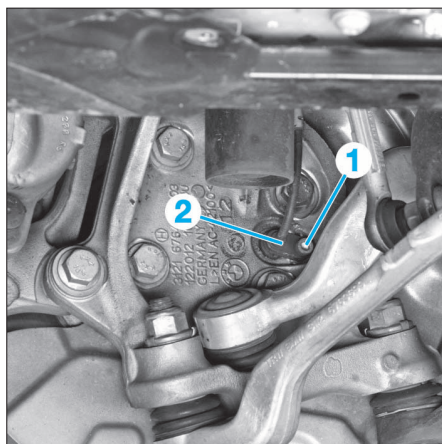

FIG. 29
- Tirer le câble et le passe-câble en caoutchouc hors des ancrages (3).
- Déposer la vis à six-pans creux (1) et extraire le capteur de vitesse de roue (2) de l'alésage (Fig.29).